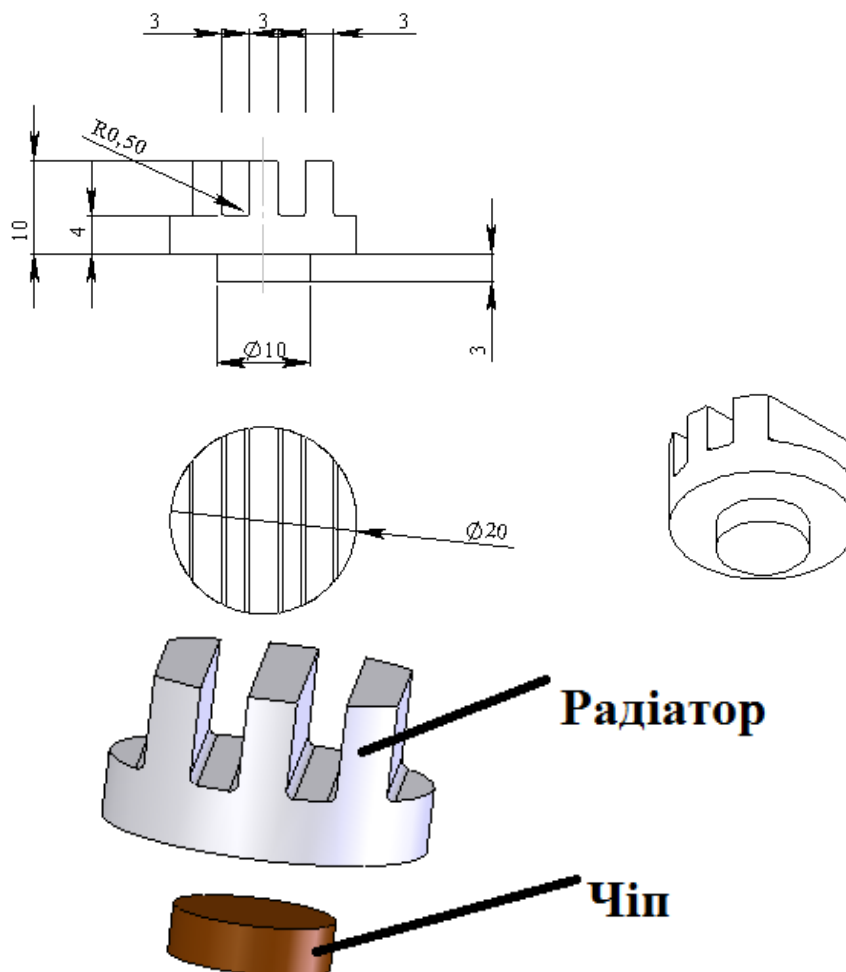

Рис. 5.2.1. Креслення та модель радіатора
1. Створіть збірку за розмірами згідно рис. 5.2.1.